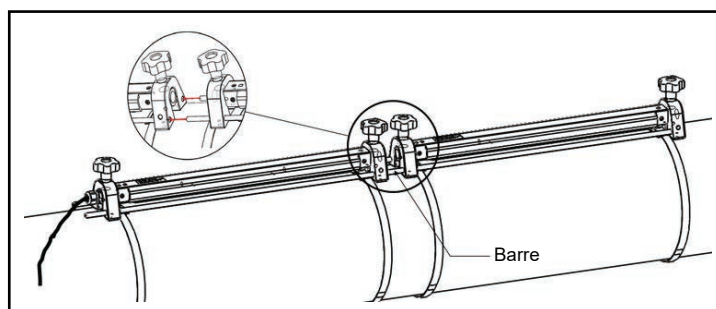

Figure 15 : Installation à deux traversées avec deux dispositifs de fixation
2. Maintenez l'un des dispositifs de fixation, avec deux transducteurs et un câble, contre la conduite entre la paire de colliers en amont, et déplacez les deux colliers de fixation sur le dispositif (voir la figure 15 ci-dessous). Serrez ensuite les vis des colliers de fixation et vérifiez qu'ils restent en place sur le dispositif.